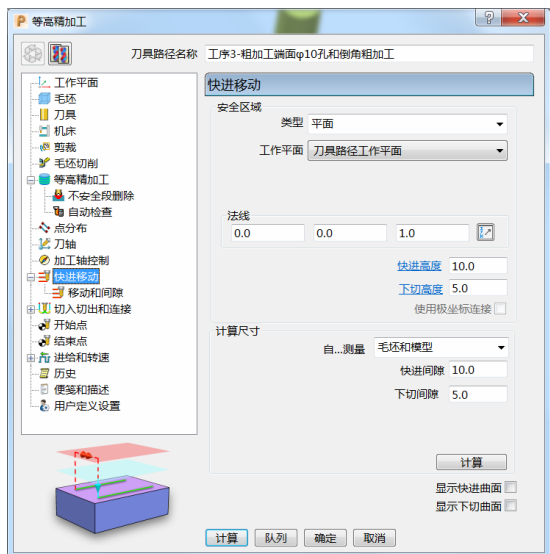

图 2-17
- 6) 快进移动：安全区域类型选择“平面”，工作平面选择“刀具路径工作平面”，法线设定为 (0.0, 0.0, 1.0)，设定快进间隙“10.0”、下切间隙“5.0”，然后单击“计算”按钮。（图 2-17）